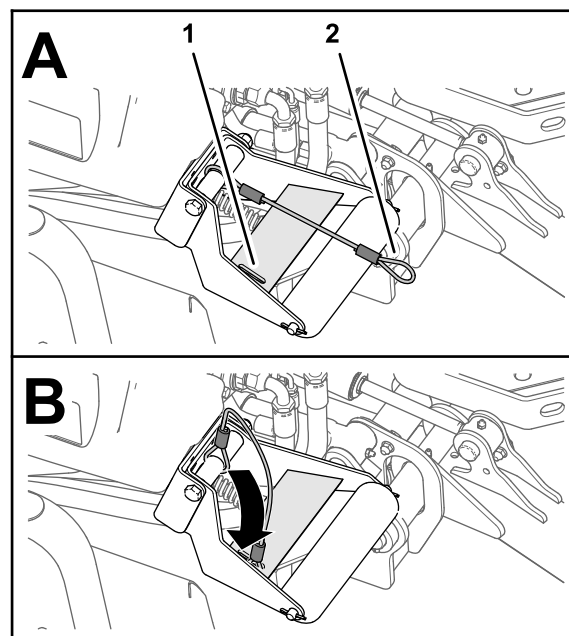

Figure 41
4. Les unités de coupe étant abaissées, enfiler la boucle du cordon dans la fente de la plaque de renfort du support de rouleau (Figure 41).